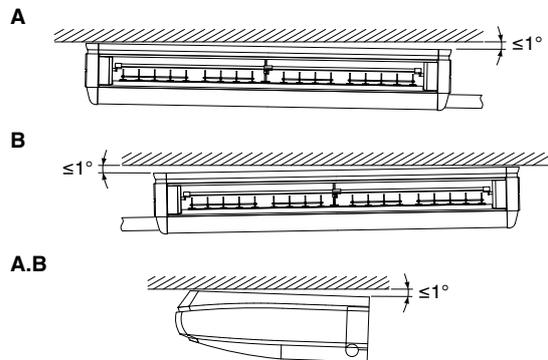

Fig. 12
- (5) Cuando cuelgue la unidad interior, asegúrese de usar el nivel para tener un mejor drenaje e instalarla en posición horizontal. Además, si es posible, instale de tal forma que el lado de la tubería de desagüe quede ligeramente más baja. **(Consulte la Fig. 12)**